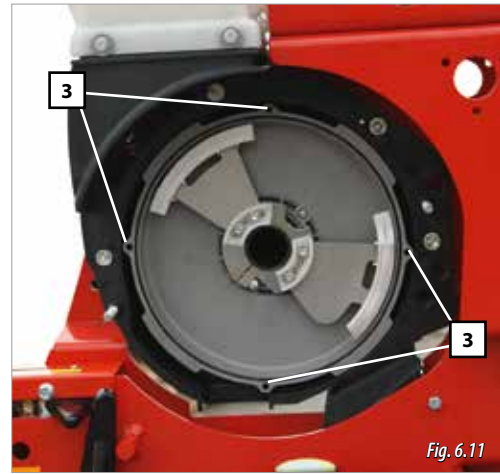

Fig. 6.11
- 3- Discul este fixat în mod magnetic. Prindeți discul cu ambele mâini și trageți de el pentru a-l scoate. Odată scos discul pentru semințe, se poate vedea clopotul de golire al repartizorului (Fig. 6.11).
**IMPORTANT:** îmbinați țepii discului cu găurile clopotului de golire al repartizorului. (3, Fig. 6.11).